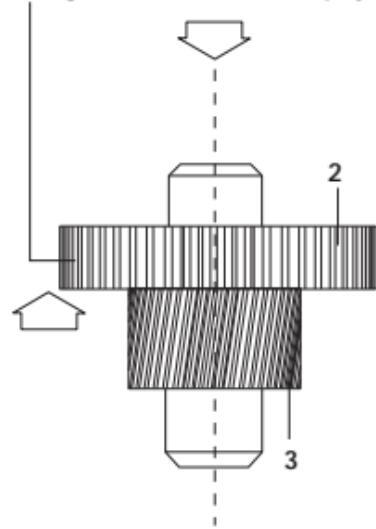

fig. 3
- 9) If you have to remove gear-wheels secured to the shaft with resistance, proceed as in fig.3. When installing the new gear-wheel, take care to fit it perfectly on the shaft to ensure it is correctly secured. Free the gears 2 and trouvant éventuellement dans le boîtier même.
- 9) Falls es erforderlich sein sollte, die Zahnräder auszubauen, die im Übermaß an der Welle angebracht worden sind. Dazu bitte entsprechend den Anleitungen in Abb.3 vorgehen. Während des Montagevorganges des neuen Zahnrades unbedingt darauf achten, dass dieses zentriert auf der Welle angebracht wird, um ein einwandfreies Einsetzen zu gewährleisten. Die Zahnräder 2 und 3 mit einer Buchse unter Zuhilfenahme einer Presse oder eines robusten Schraubstocks
- 9) Si fuese necesario desmontar las ruedas dentadas plantadas sobre el árbol con interferencia proceder como indicado en la fig. 3, poniendo atención durante la fase de montaje de la nueva rueda dentada para introducirla centrándola perfectamente sobre el árbol de modo de realizar una operación correcta.
in fig. 3 avendo cura in fase di montaggio della nuova ruota dentata di inserirla centrandola perfettamente sull'albero per ottenere un piantaggio corretto. Sbloccare gli ingranaggi 2 e 3 servendosi di una bussola con l'ausilio di una pressa o di una morsa robusta e rimontare il nuovo ingranaggio usando lo stesso sistema all'inverso.
indiqué en fig. 3; lors de la phase de montage de la nouvelle roue dentée, prendre garde à l'insérer en la centrant parfaitement sur l'arbre pour la planter correctement. Débloquer les engranages 2 et 3 à l'aide d'une douille et d'une presse ou d'un étau solide, et remonter le nouvel engrenage en utilisant le même système en sens inverse.